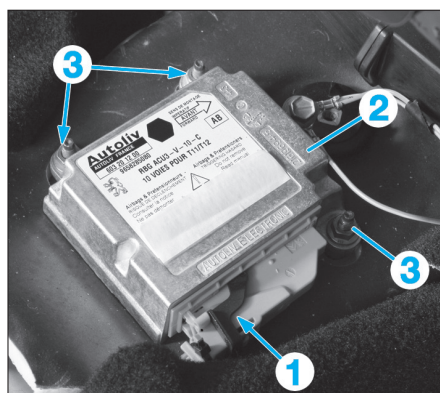

Fig. 8
- Débrancher le connecteur (1) du calculateur d'airbag (2) (Fig.8).
- les écrous de fixation (3) du calculateur d'airbag (2),
- le calculateur d'airbag (2).